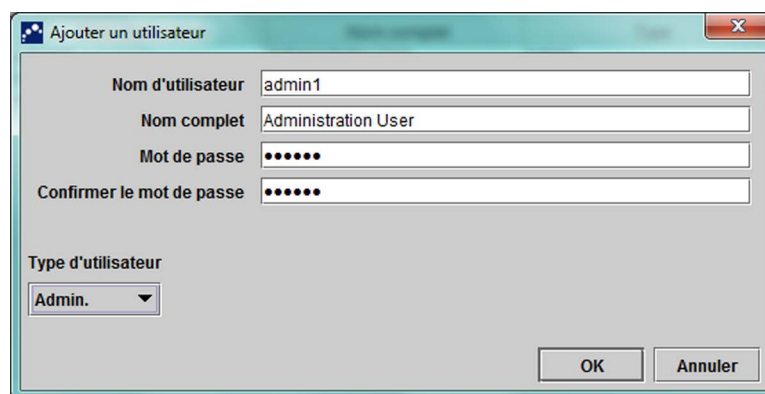

Figure 2-72. Boîte de dialogue Ajouter un utilisateur
3. Cliquez sur **Ajouter**. La boîte de dialogue Ajouter un utilisateur apparaît. Voir Figure 2-72.